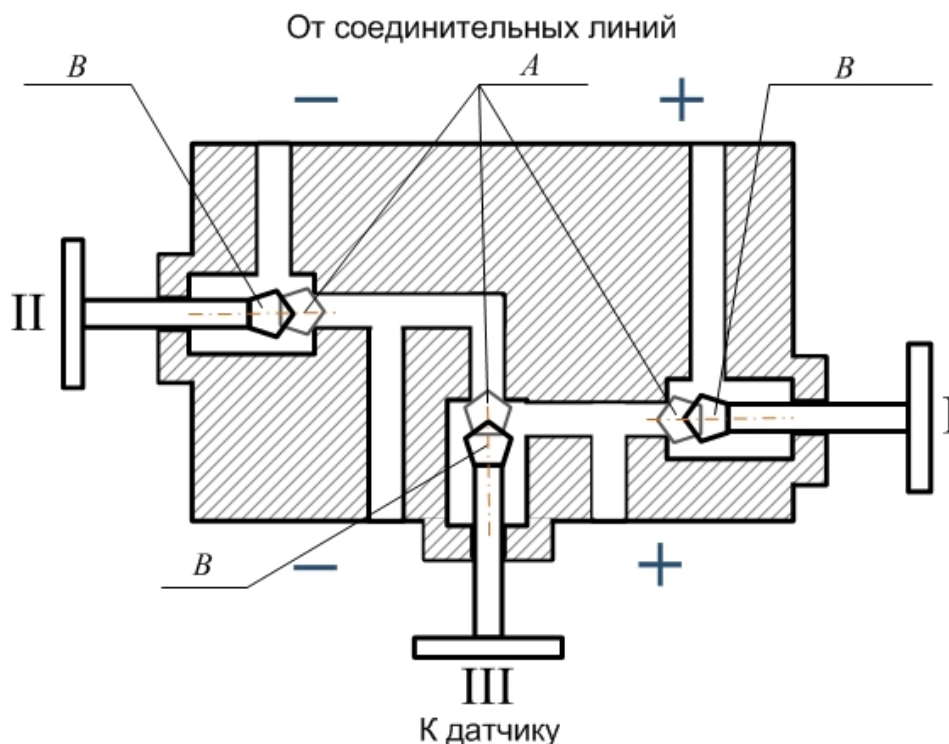

Рисунок 1 — Схема клапанного блока
2.2.11 Для исключения случаев возникновения односторонних перегрузок в процессе эксплуатации преобразователей разности давлений необходимо строго соблюдать определенную последовательность операций при включении преобразователя давления в работу при использовании клапанного блока (рисунок 1):